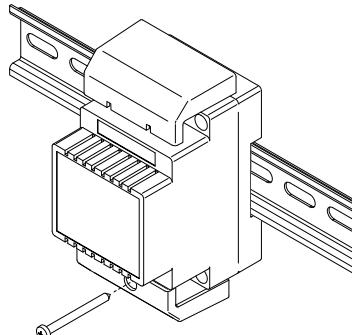

Fig. 4
5. Inserire a scatto i coperchi copri-morsetti e fissarli tramite le relative viti (**Fig. 4**);